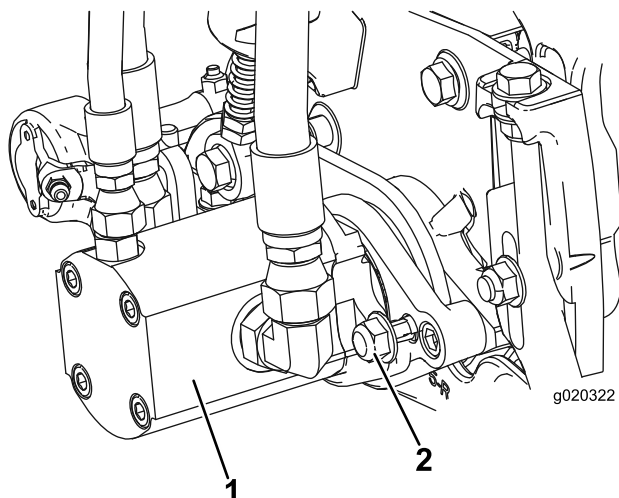

Figure 13
3. Montez le moteur en le tournant dans le sens horaire jusqu'à ce que les brides passent les contre-écrous (Figure 13).